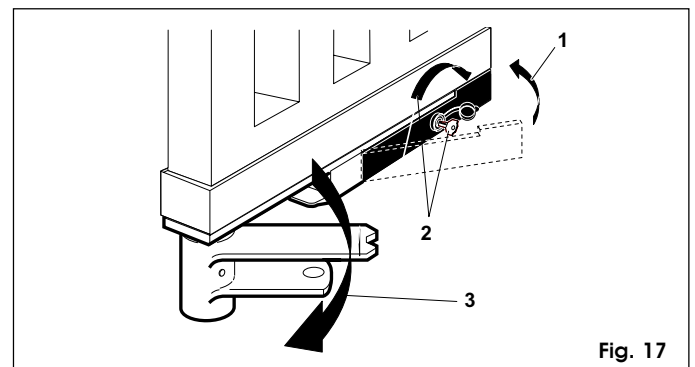

Fig. 17
- riportare la leva nella sua posizione di riposo (fig. 17-rif. 1)
- introdurre la chiave di sblocco nella serratura e ruotare la chiave fino a battuta nella direzione opposta al pilastro (fig. 17-rif. 2)
- azionare manualmente l'anta fino all'aggancio della serratura sulla staffa di bloccaggio (fig. 17-rif. 3)